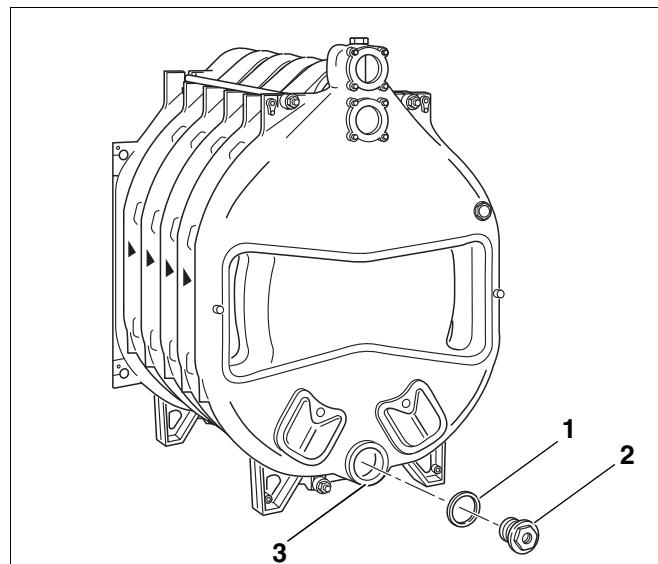

Рис. 21 Установка фланца
- Закрыть спереди и сзади нижнюю ступицу котла (рис. 21, **поз. 3**). Для этого установить на соответствующие ступицы котла уплотнения (рис. 21, **поз. 1**) и заглушки. Заглушка с резьбовым отверстием диаметром $\frac{3}{4}$ " для наполнения и слива (рис. 21, **поз. 2**) устанавливается на задней стороне котла.